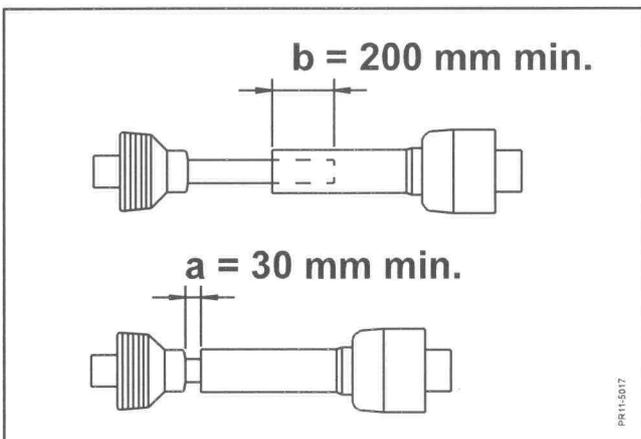

Fig.5
- Fig.5 Kraftoverføringsakslens længde tilpasses så den: